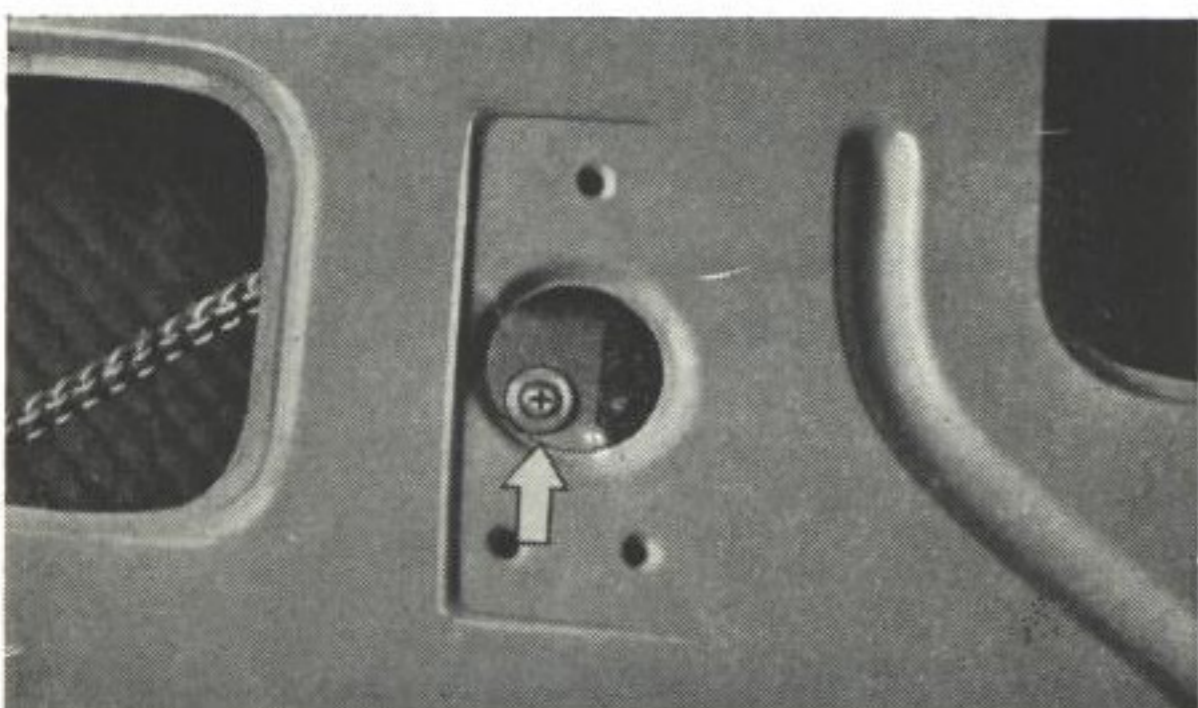

Bild 32. Fästskruv för hissrutans styrskena
3. Lossa skruvarna som håller styrskenan till hissrutan, bild 32. Gäller endast den förlängda styrskenan på framdörrarna.